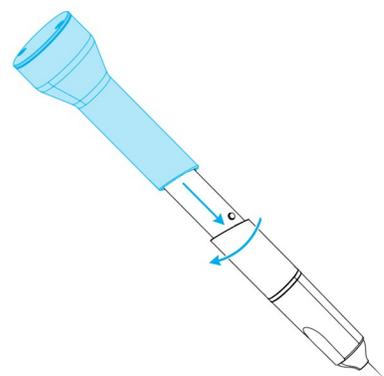

Abbildung 10: Verwenden der Integritätsprüfungshülse
3. Schieben Sie die Integritätsprüfungshülse über das Handstück, und drehen Sie die Hülse im Uhrzeigersinn, bis sie einrastet (*siehe Abbildung 10: Verwenden der Integritätsprüfungshülse, S. 37*).